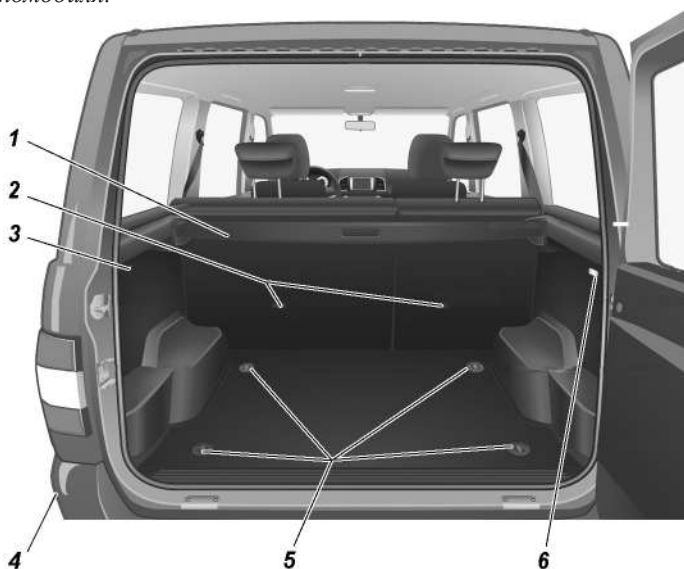

Рис. 3.57. Багажное отделение:
В систему крепления ISOFIX входят два нижних кронштейна ISOFIX и кронштейн для верхнего страховочного ремня ISOFIX (рис. 3.57).
- закрепите верхний страховочный трос за кронштейн крепления верхнего ремня ISOFIX (рис. 3.57);
### **Багажное отделение (рис. 3.57)**
В багажном отделении автомобиля (в зависимости от комплектации) расположена выдвижная шторка 1 (рис. 3.57).